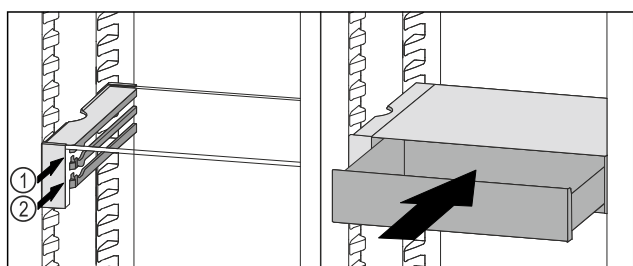

Fig. 108
- Поставете чекмеджето на VarioSafe зад ограничителите върху желаното ребро Fig. 108 (1) или Fig. 108 (2).